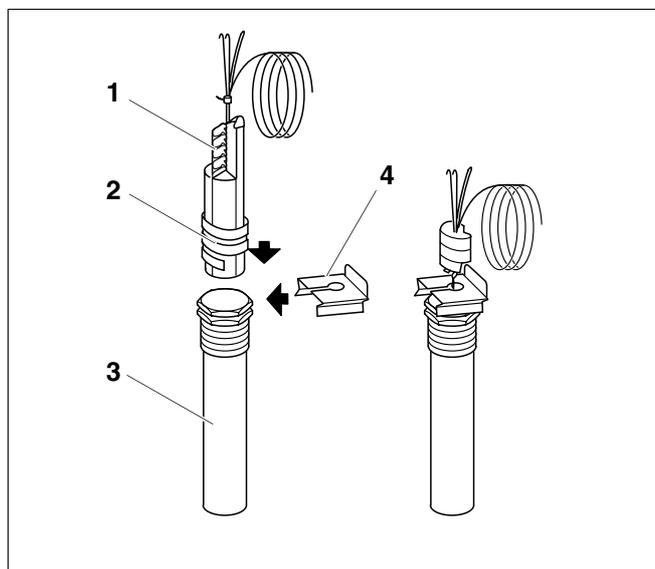

Fig. 20 Tubi capillari con sonde e pozzetto ad immersione
- Al momento dell'inserimento la spirale in plastica (fig. 20, **pos. 2**) che blocca la sonda si sposta automaticamente all'indietro. Per garantire il contatto tra il pozzetto ad immersione (fig. 20, **pos. 3**) e le superfici della sonda e quindi una sicura trasmissione della temperatura, inserire la molla di compensazione (fig. 20, **pos. 1**) tra le sonde.
- Spingere l'arresto di sicurezza (fig. 20, **pos. 4**) lateralmente o dall'alto sulla testa del pozzetto ad immersione.